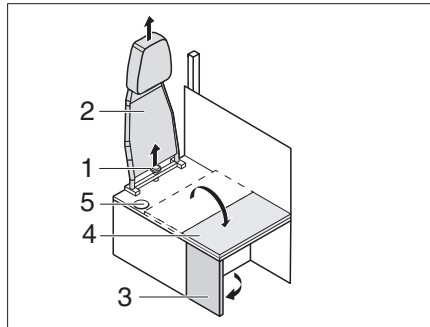

Fig. 200 Transformation conduite-habitation
- Dévisser la vis en étoile (Fig. 200,1) et retirer le dossier (Fig. 200,2) vers le haut.
- Déployer la paroi latérale (Fig. 200,3).
- Rabattre la rallonge de banquettes (Fig. 200,4) sur la paroi latérale.
- ▷ Pour la transformation du mode habitation au mode conduite, répéter ces étapes dans l'ordre inverse. Veiller à ce que la ceinture de sécurité passe par l'ouverture (Fig. 200,5).